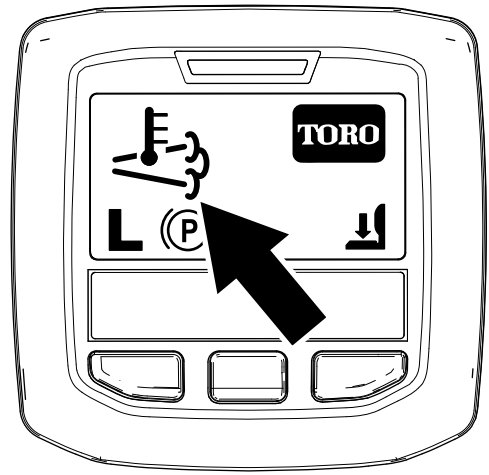

图 46
- InfoCenter信息中心显示高排气温度图标图 46。